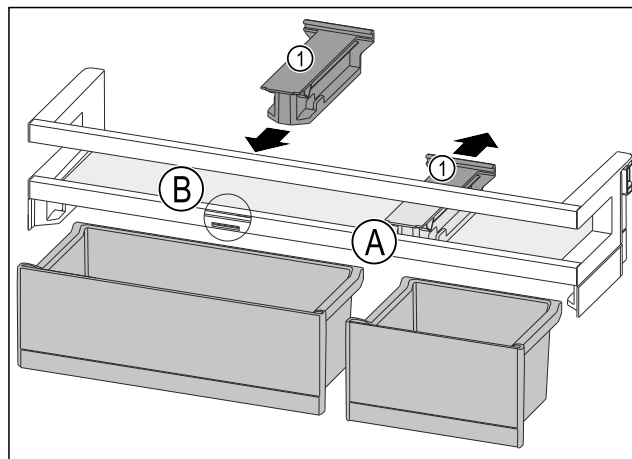

Fig. 152
- Pridržni dio Fig. 152 (1) u položaju Fig. 152 (A) skinite prema natrag.
- Pridržni dio Fig. 152 (1) umetnite u položaj Fig. 152 (B).